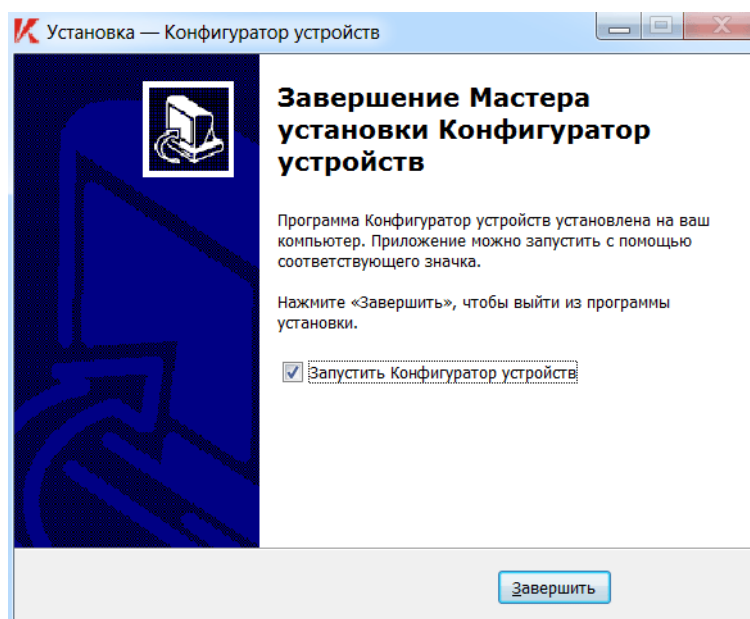

Рисунок 1 – Успешное завершение установки программы «Конфигуратор устройств»
2.2 Перед началом установки следует предварительно скопировать установочный файл программы (имя установочного файла по умолчанию: «devconf-win32-1.4.exe», где «1.4» в имени файла – номер версии программы) на жесткий диск компьютера. Затем необходимо запустить вышеуказанный установочный .exe-файл в ОС Windows XP SP1 (или в более новой версии Windows) и далее следовать инструкциям программы-установщика. При успешном завершении установки выводится соответствующее окно (см. Рисунок 1). При установленном флажке «Запустить Конфигуратор устройств» в указанном окне после нажатия кнопки «Завершить» будет автоматически запущена только что установленная программа.